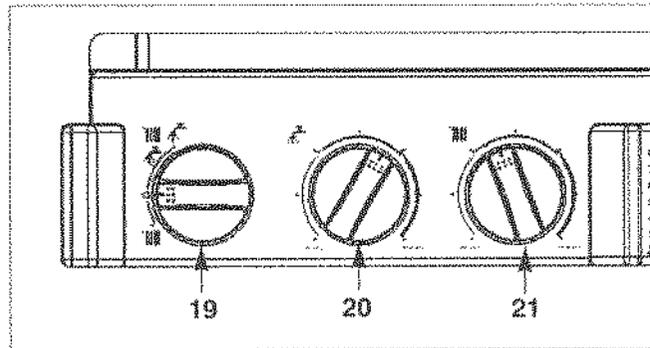
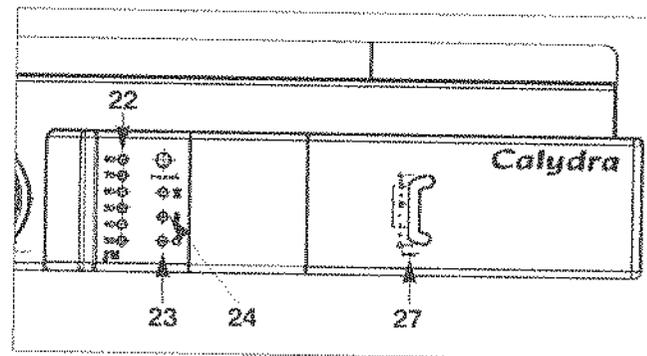

Fig. 23
Fig. 24
- Placez le commutateur "19" (fig. 23) en position « » voyant vert "23" allumé ; le voyant orange "24" (fig. 24) s'allume chaque fois que le brûleur entre en fonction.
Le bouton de réglage du chauffage "21" « » (fig. 23) donne la possibilité d'ajuster la température de l'eau du circuit de chauffage en fonction des besoins saisonniers.
L'indicateur "22"  (fig. 24) affiche cette température.
- Placez le commutateur "19" en position arrêt « » (extinction du voyant vert "23" (fig. 24).
Ne pas oublier de le rouvrir en début de saison de chauffage, lorsque l'on replace le commutateur "19" (fig. 23) en position « ».